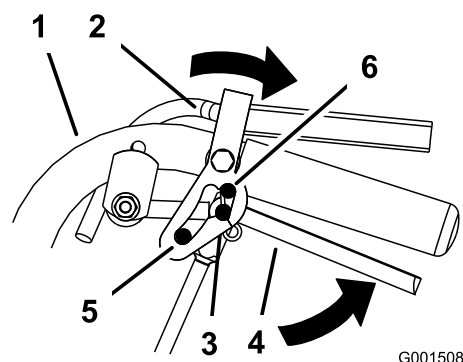

Figura 10
2. Posizionate i pollici in cima ai dispositivi di blocco e tirate i dispositivi indietro fino a collocare i perni in posizione di folle (Figura 10).